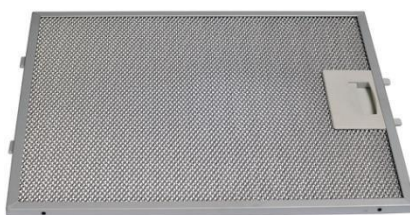

Рис. 2
2. Снимите алюминиевый жирособирающий фильтр (рис. 2).
7. Установите жирособирающий фильтр (рис. 2).